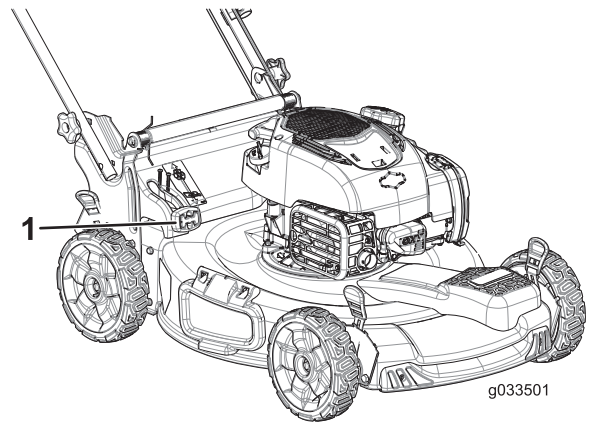

Figure 23
- Pour ramasser les déchets d'herbe et de feuilles, appuyez sur le bouton du levier de ramassage sur demande et déplacez le levier complètement en avant jusqu'à ce que le bouton ressorte (Figure 23).